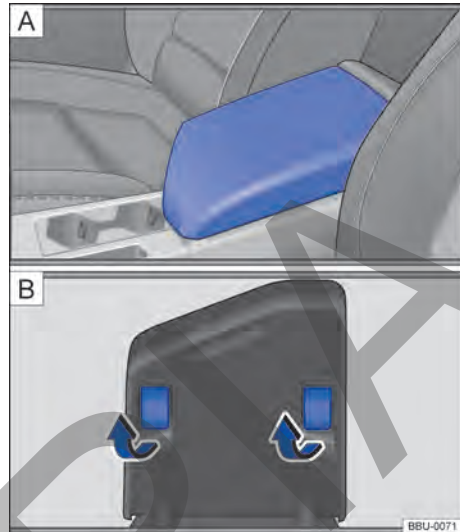

Fig. 82 Reposabrazos central delantero.
- Para **subir** el reposabrazos **A** → fig. 82, tire de él hacia arriba y despliegue los apoyos de plástico en el sentido de las flechas **B** → fig. 82. A continuación, bájelo.
- Para **bajar** el reposabrazos **A** → fig. 82, tire de él hacia arriba y pliegue los apoyos de plástico en el sentido contrario al de las flechas **B** → fig. 82. A continuación, bájelo.